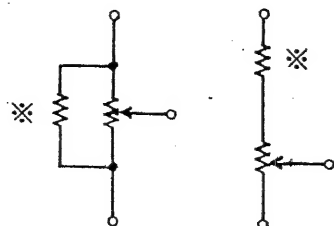

Fig. 13
*本機は1.5K Ω の抵抗器にて、校正してありますが、この抵抗値のものが無い場合は、Fig 13の様に補正抵抗を入れて1.5K Ω になるようにして下さい。しかし